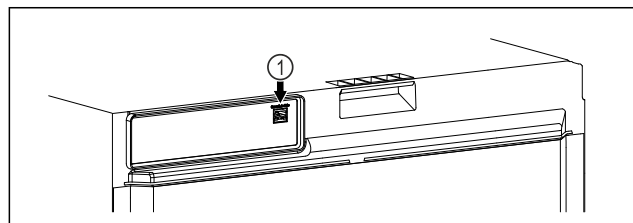

Fig. 105
- SmartModule Fig. 105 (1) er indsat.